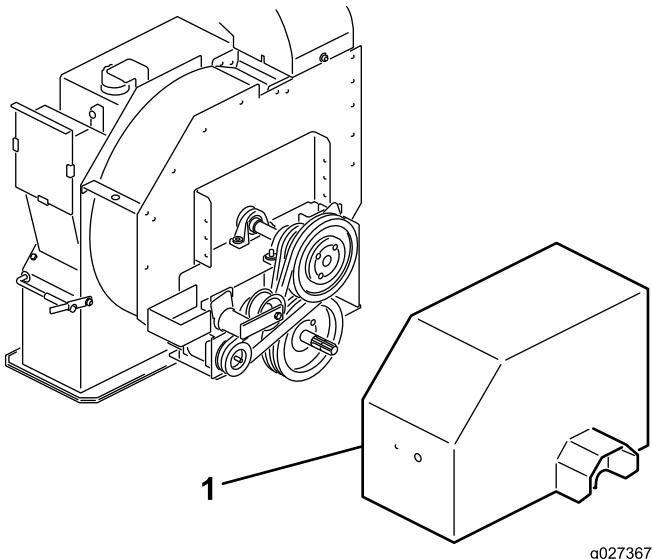

Figura 13
1. Rimuovete il carter della trasmissione da sopra i gruppi delle pulegge (Figura 13).
1. Allentate i bulloni e i dadi che fissano il carter di trasmissione all'alloggiamento della girante (Figura 13) e rimuovete il carter.
2. Sul retro del telaio, allentate il bullone che fissa il tendicinghia al telaio (Figura 13).